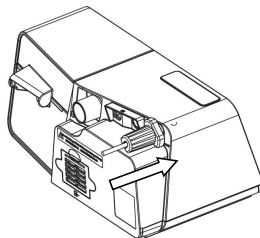

Abb. 12-6
- (3) Stecken Sie die Netzteilkabelverriegelung in den Anschluss am Gleichstromeingang, wie in Abb. 12-6 gezeigt.